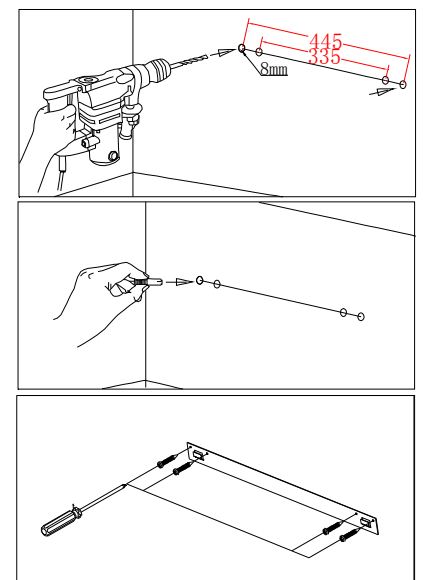

FIG. 4
5. Controllare la parete assicurandosi che non ci siano cavi, tubi ecc. nella zona da forare. Utilizzando un trapano fare 4 fori (diametro di 8 millimetri e 40 millimetri di profondità), mettervi i tasselli e fissare il gancio al muro (fig. 4).